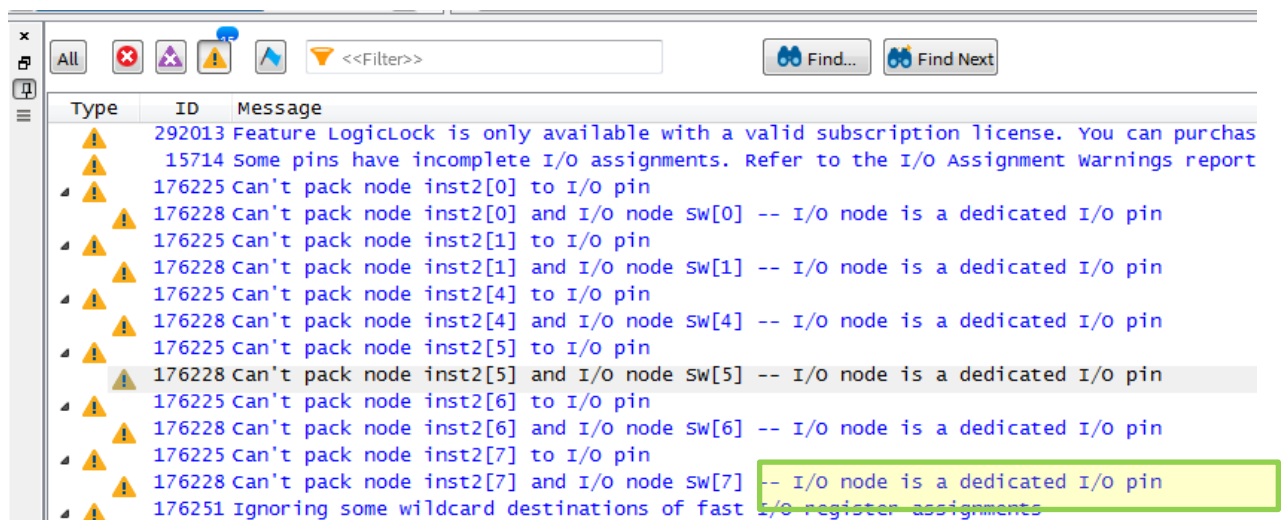

Рис. 78 Сообщения о невозможности выполнения назначения пользователя для сигналов SW[0], SW[1], SW[7..4]
14.7. В окне **Message** для сигналов **SW[0]**, **SW[1]**, **SW[7..4]** будут сгенерированы сообщения (рис. 78). Далее мы увидим, как они связаны с результатами компиляции.